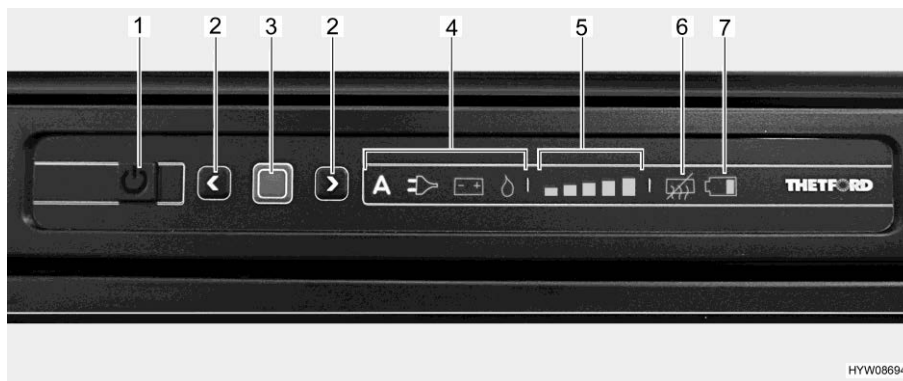

Fig. 242 Quadro comandi LED (frigorifero Thetford)
- Premere il tasto On/Off (Fig. 242,1) per 1 secondo. Il tasto si illumina di verde. Dopo circa 10 secondi, l'indicatore viene attenuato per risparmiare energia.
- Premere il tasto di conferma (Fig. 242,3). Viene visualizzata l'ultima modalità di funzionamento selezionata.
- Premere il tasto di conferma (Fig. 242,3) per circa 2 secondi. I simboli della modalità di funzionamento lampeggiano.
- Selezione manuale dell'energia: Selezionare le fonti di energia desiderate con i tasti freccia (Fig. 242,2).
- Sistema automatico di selezione di energia (solo per modelli con selezione automatica dell'energia): Selezionare la modalità di funzionamento "A" con i tasti freccia (Fig. 242,2).
- Confermare la scelta con il tasto di conferma (Fig. 242,3).
- Premere nuovamente il tasto di conferma (Fig. 242,3). L'indicatore del livello di refrigerazione (Fig. 242,5) lampeggia.
- Per modificare l'impostazione, premere i tasti freccia (Fig. 242,2) fino a visualizzare l'impostazione desiderata.
- Premere il tasto On/Off (Fig. 242,1) per circa 2 secondi. Tutte le spie si spengono. Il frigorifero è spento.
Dopo l'accensione il frigorifero seleziona automaticamente la regolazione del termostato selezionata per ultima. Questa impostazione può essere modificata manualmente con i tasti freccia (Fig. 242,2). Ci vogliono alcune ore prima che il frigorifero raggiunga la temperatura normale di esercizio. Quando si commuta a un'altra modalità di funzionamento, la regolazione sul termostato viene mantenuta.